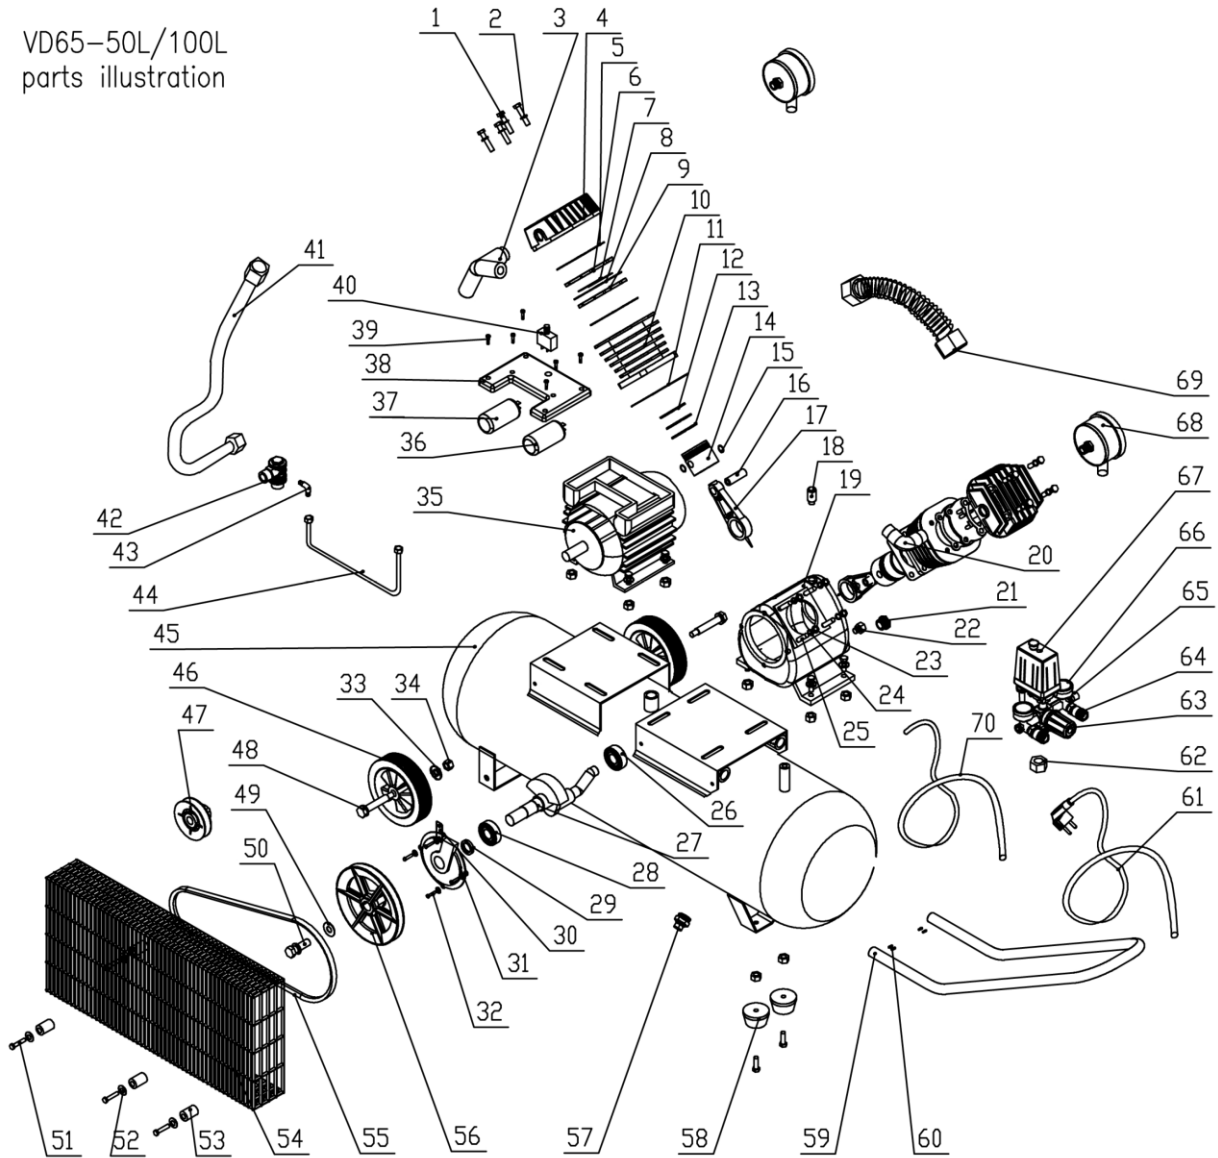

Abbildung 4
- Der Ölstand (Abb. 4 Pos. 13) sollte alle 20 Betriebsstunden überprüft und falls nötig nachgefüllt werden.
Kontrollieren Sie regelmäßig den Ölstand und füllen Sie bei Bedarf Kompressorenöl nach. Den optimalen Ölstand können Sie am Schauglas (Abb. 4 Pos. 13) ablesen. Der optimale Ölstand ist durch die rote Markierung gekennzeichnet. Wird die rote Markierung überschritten, befindet sich zu viel Öl im Tank.
5. Öffnen Sie die Ölablass-Schraube unterhalb des Schauglases (Abb. 4 Pos. 13) mit einem Ring- oder Steckschlüssel und lassen Sie das Altöl vollständig ablaufen